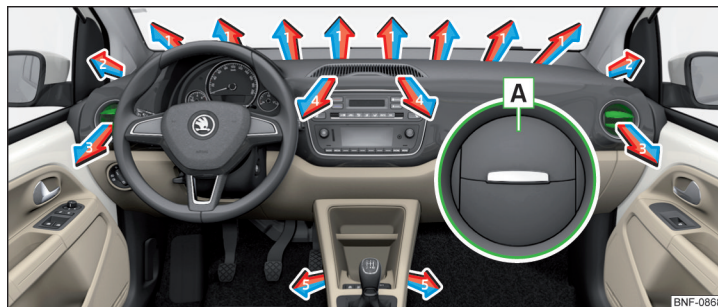

Fig. 91 Luftdyser
I forbindelse med luftdyserne **3** » Fig. 91 kan du ændre luftstrømmens retning, og du kan også åbne og lukke dyserne enkeltvis.
- Tryk på lamellens yderste kant i området **A** for at **åbne** » Fig. 91.
Indstilling af luftstrømmens retning	Luftdyser » Fig. 91